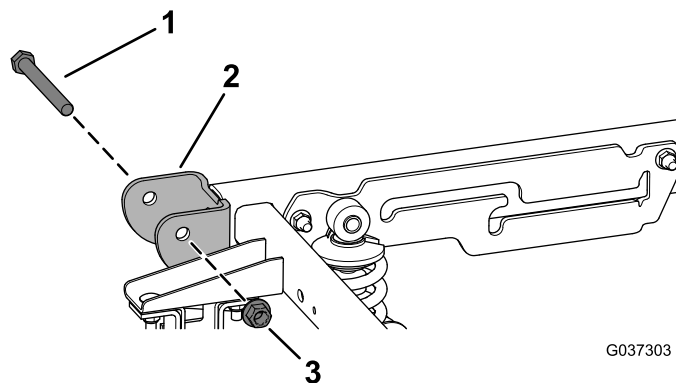

Figura 3
3. Retire los 2 pernos de pivote ($\frac{1}{2}$ " x $4\frac{1}{2}$ ") y las 2 contratuercas ($\frac{1}{2}$ ") del soporte de pivote situado en la parte trasera de la máquina (Figura 3).